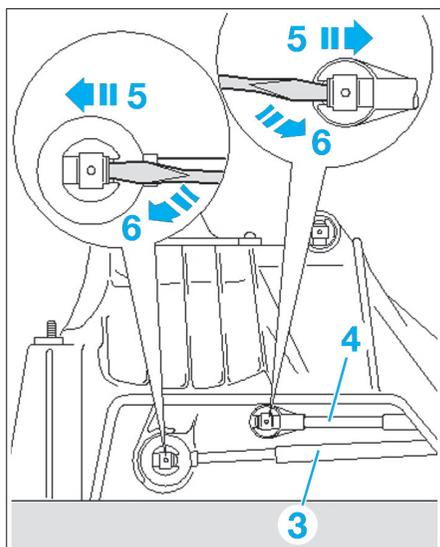

Fig. 28
- Déposer le segment d'arrêt du câble de commande (3) et du câble de sélection (4) (Fig.28).